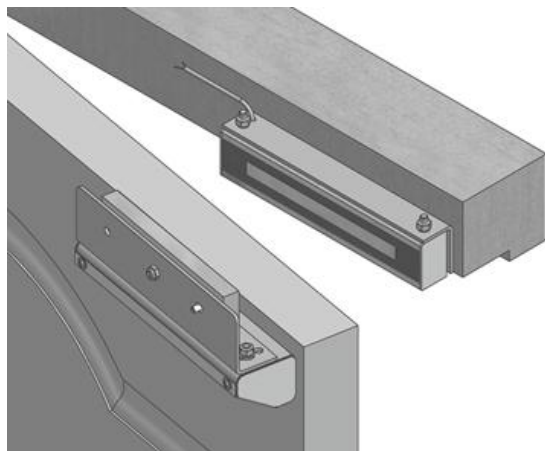

Рисунок 12 - Установка замка с комплектом **МК AL-400FB-DP-Z** для дверей, открывающихся вовнутрь.
- монтажный комплект МК AL-400FB-DP-Z для дверей, открывающихся вовнутрь, (рисунок 12).